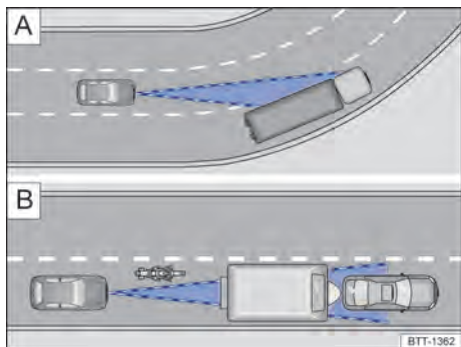

Fig. 98 [A] Condução em curva. [B] Veículos fora da área de alcance do sensor do radar
O sensor do radar sempre realiza as medições em sentido reto. Por isso, veículos em curvas fechadas podem ser acidentalmente detectados ou veículos a frente podem não ser detectados → Fig. 98 [A].
- Veículos que conduzem fora da área do sensor em pequena distância do próprio veículo, por exemplo, motocicletas → Fig. 98 [B].